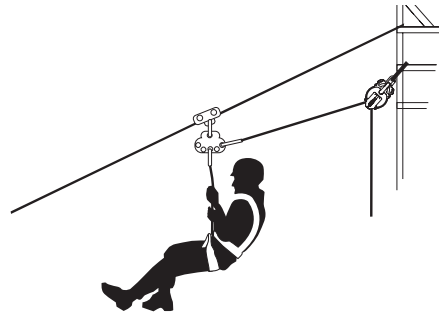

Abb. 12
7.3. Aktives Abseilen in der Schrägen (Abb. 12)